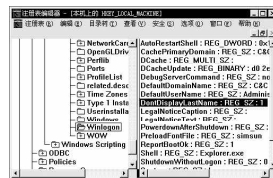

图1
3. 在右边编辑区域中选择“DontDisplayLastUserName:REG_SZ:0”,并双击鼠标左键,在出现的“字符串编辑器”对话框中将“字符串”的值设置为1。如果没有此项,可通过窗口中“编辑→新建→字符串”,然后在出现的对话框里输入“DontDisplayLastUserName”,按回车键。接着用鼠标双击新建的“DontDisplayLastUserName”,在出现“编辑字符串”对话框的“数值数据”文本框中输入“1”,按“确定”结束,最后如图1所示;